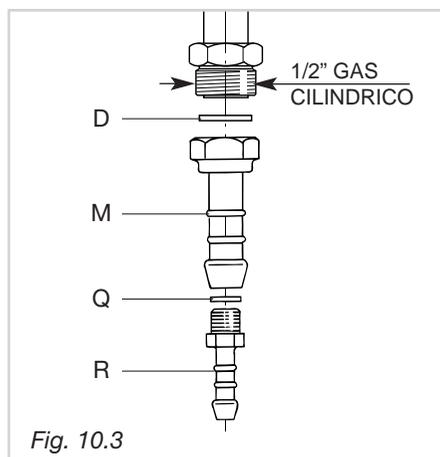
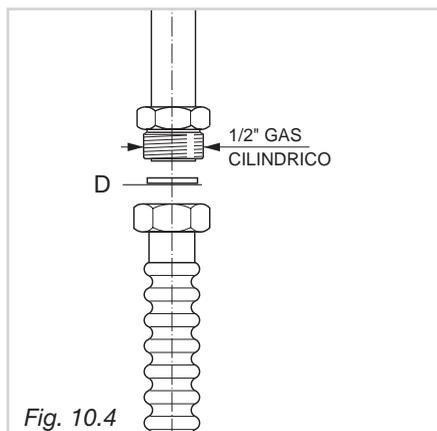

Fig. 10.3
Fig. 10.4
Il gruppo di raccordo (fig. 10.3) si compone di:
- Montare il raccordo portagomma "M" interponendo la guarnizione di tenuta "D" (fig. 10.3).
- Montare sul portagomma "M" la riduzione "R" con interposta la guarnizione "Q" (fig. 10.3).
Per effettuare il collegamento gas è necessario togliere il portagomma "M" (fig. 10.3) ed avvitare direttamente sulla rampa il terminale del tubo metallico interponendo la guarnizione "D" (fig. 10.4).
Le guarnizioni D e Q (fig. 10.3 - 10.4) sono gli elementi che garantiscono la tenuta della connessione raccordo-rampa.